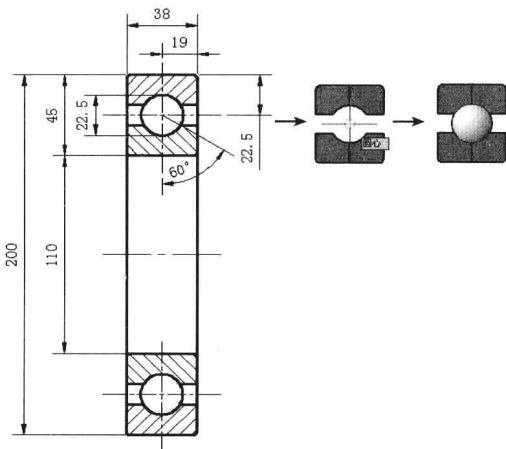

图 9-5-4
- (1) 打开素材文件“9-5-2.dwg”，利用平面图形创建面域和球体，如图 9-5-4 所示。